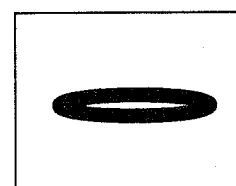

Fig. 3 Figure de Lissajous au centre du disque
5. Utiliser un disque compact et reproduire sa périphérie intérieure. Vérifier si la figure de Lissajous est la même que celle de la Fig.3.
6. Si la figure de Lissajous à la périphérie intérieure du disque compact diffère de celle de la Fig.3, répéter les étapes 4 et 5.